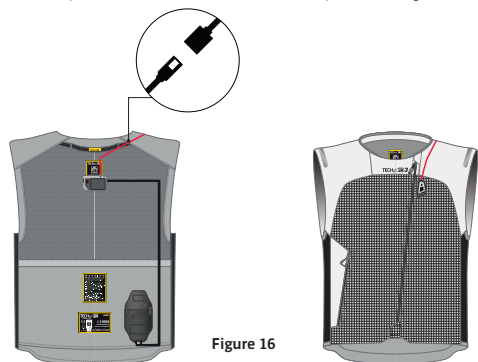

Figure 16
1. Accédez à l'unité de commande électronique (3) présente dans la poche située à l'arrière du système. Pour accéder à la poche, ouvrez le gilet à l'aide des étiquettes zippées et auto-agrippantes présentes sur la partie intérieure de la veste.
2. Débranchez le câble qui alimente l'écran LED (2), indiqué sur la figure 16.